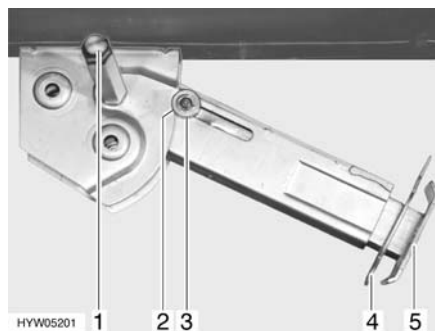

Fig. 18 Piedino di stazionamento
- Inserire la chiave a tubo nell'esagonale (Fig. 18,1) e ruotare fino a quando il piedino di stazionamento non si trova in posizione verticale verso il basso.
- Estrarre la copiglia (Fig. 18,4) dal prolungamento dell'estremità del piedino (Fig. 18,5).
- Inserire la chiave a tubo nell'esagonale (Fig. 18,1) e ruotare fino a quando il piedino di stazionamento non si stacca dal terreno.
- Spingere completamente all'interno il prolungamento dell'estremità del piedino (Fig. 18,5) e inserire la copiglia (Fig. 18,4) nel foro apposito.
- Ruotare la chiave a tubo nell'esagonale (Fig. 18,1), fino a quando il piedino di stazionamento non è sollevato verso l'alto e la guida (Fig. 18,3) è rientrata totalmente nell'intaglio (Fig. 18,2).